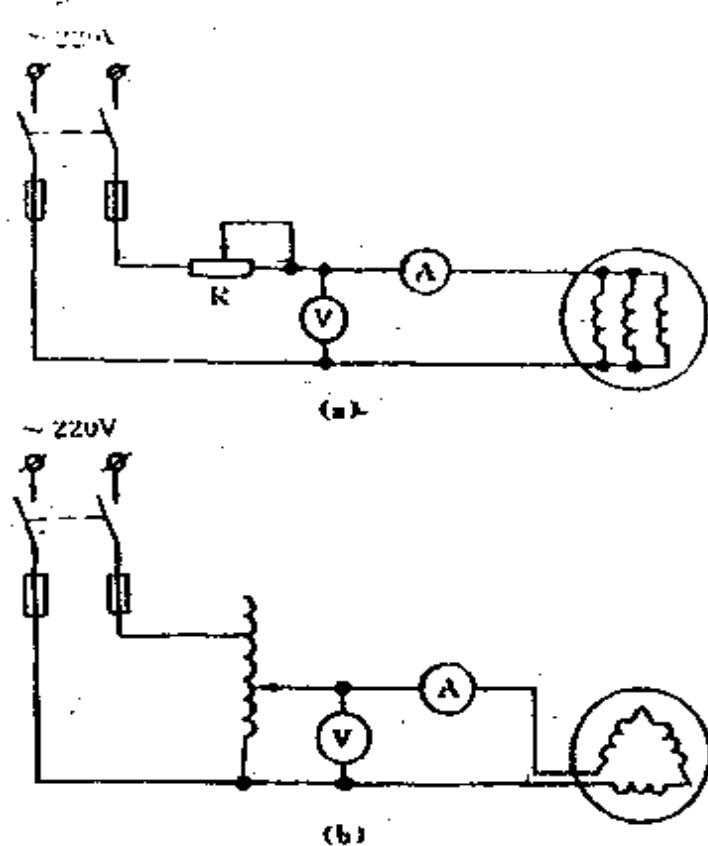

图 95
(2) 电流干燥法。把电动机的转子拆除，将三相定子绕组并联或串联起来（大中型电动机因绕组阻抗小，多采用串联形式），再串联一只变阻器后接入 220 伏的单相交流电源，使绕组发热干燥。如图 95 (a) 所示。由于定子中无转子，必须用变阻器调节电流，使电流为电动机额定电流的 50~70%，以控制绕组发热温度。如果有单相调压器，可不用变阻器，220 伏电源经调压后进入绕组，如图 95 (b) 所示。
对于绕线型电动机，可以把起动变阻器经滑环接入转子绕组中，再把转子堵住，不让它转动。在定子绕组中通入三相低压交流电，电压为电源电压的 0.2 倍左右（即 76 伏左右），可用三相自耦变压来调压，接线同图 95 (a) 和 (b) 一样。调压可用变阻器或单相自耦调压器，电流也控制在额定电流的 50~70% 之间。